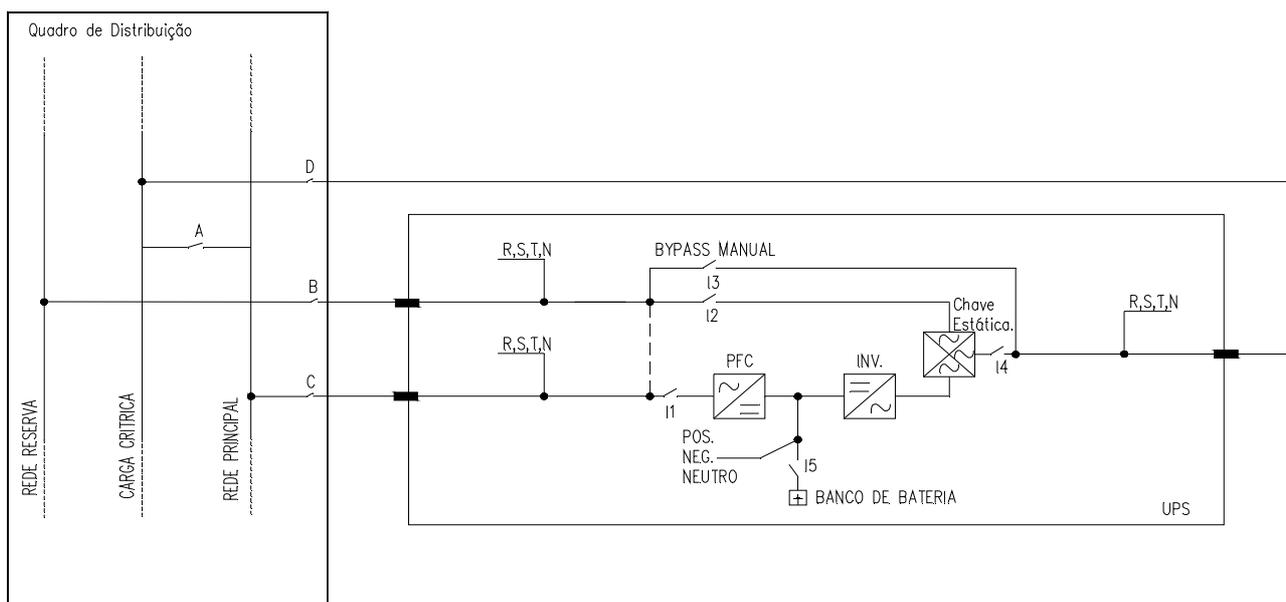

Fig. 2.6.1
Para a conexão do equipamento à rede elétrica, recomenda-se a configuração apresentada na fig. 2.6.1. Os disjuntores B-C-D são termo-magnéticos sem proteção diferencial. Caso isso for necessário, os mesmos devem possuir uma corrente de atuação superior a 0.3A, tipo retardado e adequado para cargas de corrente contínua (tipo A). A capacidade (kVA) deve ser igual ou maior do que a capacidade do equipamento, indicada na etiqueta do número de série, conforme item 2.1. O disjuntor A é usado como BY-PASS externo.